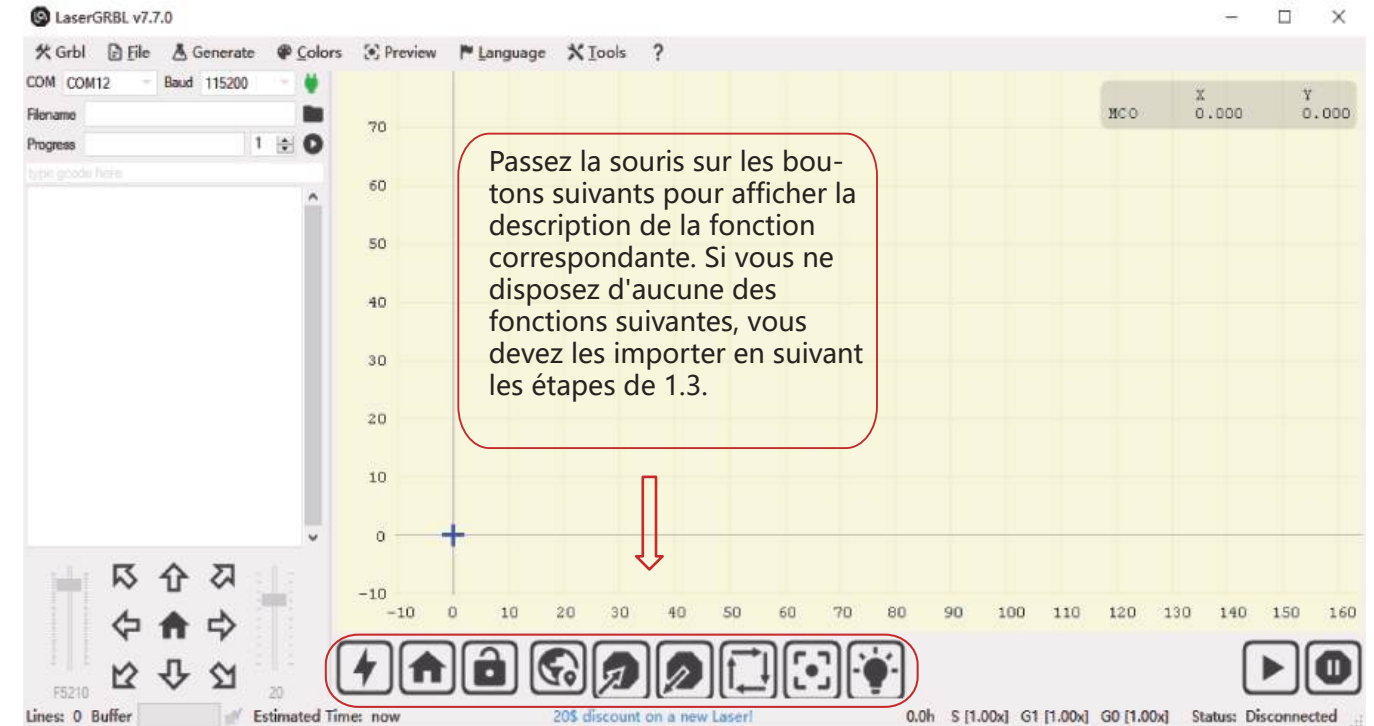

Figure 2 Interface de LaserGRBL
- Le logiciel installé est illustré par la figure 2.